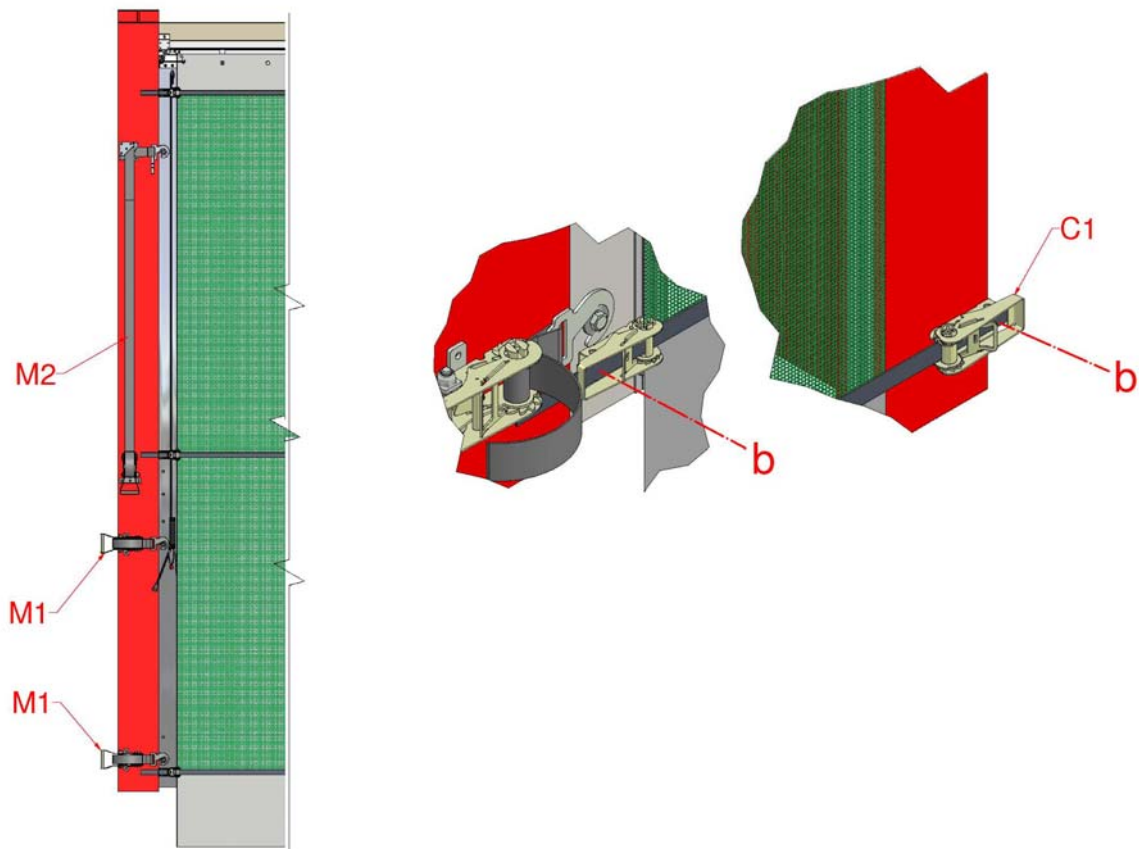

Abbildung 9: Befestigung der Ratschen
11. Kontrollieren, ob das Netz korrekt in einem Winkel von 90° relativ zur Schienenbahn steht, und die beiden 25-mm-Ratschen (C1) auf die Gurtbänder auf dem Netz ausrichten und mit Hilfe der mitgelieferten selbstbohrenden Schrauben M5.5x32 (b) am Schiebepfosten befestigen. Diesen Vorgang am festen Gebäudeende mit den von Ihnen gewählten Befestigungen für die Ratschen wiederholen, siehe Abbildung 9.
12. 50-mm-Gewebegurt und Haken (M1/M2) in die Ratschen einführen. Schiebepfosten zur Gebäudestirnwand ziehen; Haken an den Positionierstiften befestigen, und mit Hilfe der 50-mm-Ratschen spannen, siehe Abbildung 9.